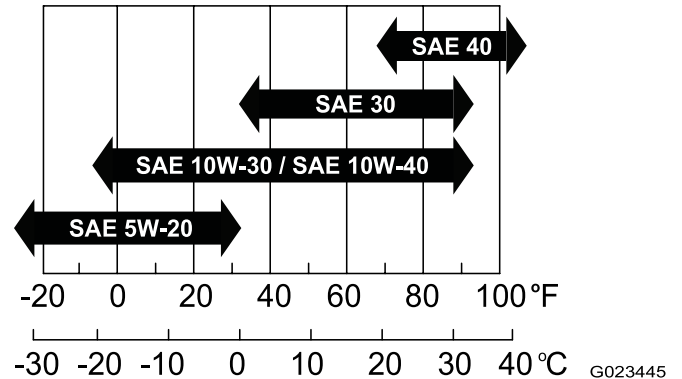

図 38
- **粘度** SAE 30 他の粘度のオイルを使用する場合には、以下の表を参照のこと 図 38